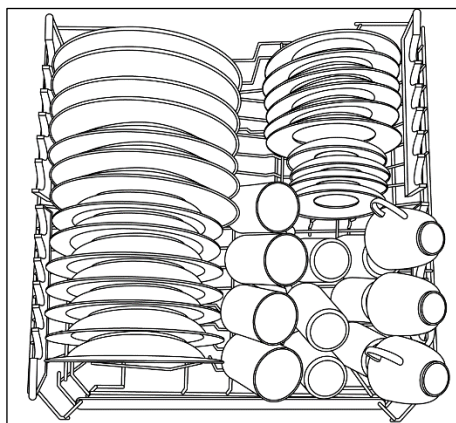

Fig. 1
2. Țineți coșul de ambele părți și ridicați-l (fig. 1).
1. Țineți coșul de ambele părți și ridicați-l ușor (fig. 1);
O încărcare zilnică standard este prezentată în fig. 1.
- Pentru a indeparta filtrul, rotiti manerul in sens invers acelor de ceasornic (Fig. 1).